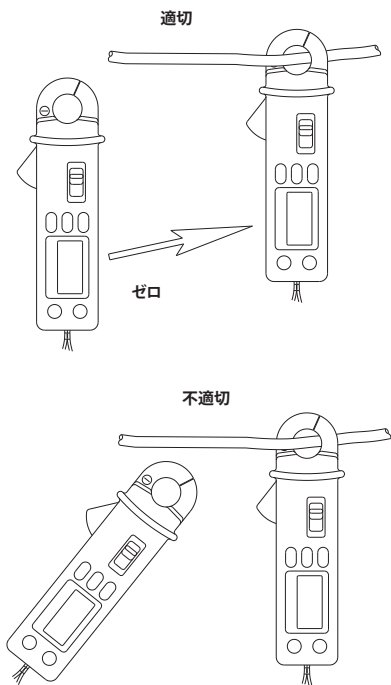

図3
5. ZEROスイッチを使用して測定値をゼロにします。クランプメータは感度が高いため、測定と同じ方向にゼロにして、外部磁界による干渉を避ける必要があります。(図3参照)